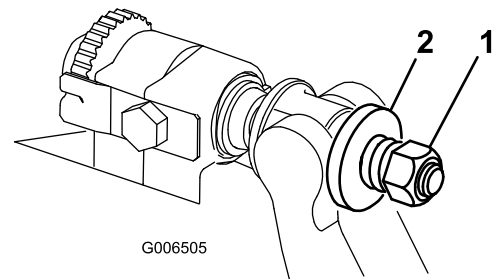

Figura 29
4. Serrate il dado di tensione della molla finché la molla non si schiaccia, quindi allentate di 1/2 giro (Figura 29).